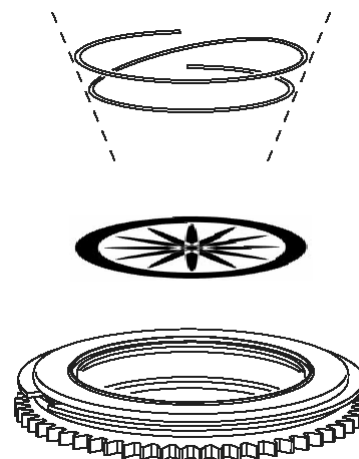

Рис. 11: Установка гобо
4. Установите новый гобо в крепление, соблюдая правильную его ориентацию относительно лампы (см. рисунки на стр. 20, а также рис. 11).